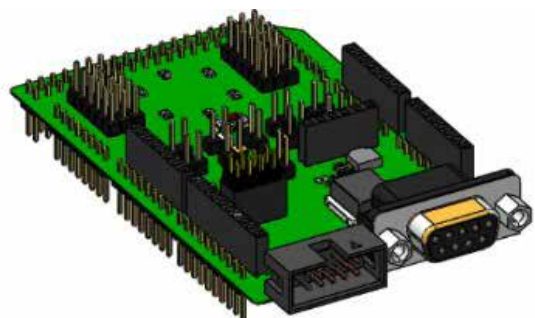

Рисунок 40. Установка платы ПН и платы Arduino Mega
3) Плату полезной нагрузки прикрепить к кронштейну шестью винтами M2x6. Сверху установить плату Arduino MEGA2650. Крепление с помощью разъемов (рисунок 40):